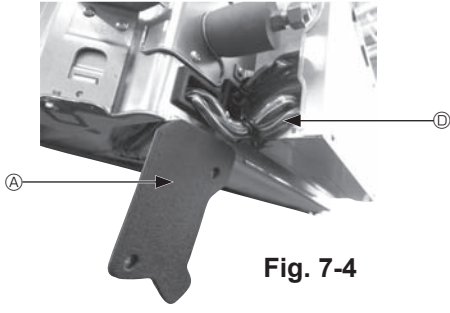

Fig. 7-4
- ① Ana ünitenin kablo kapağını tespit eden iki vidayı çıkarın ve daha sonra kapağı açın.
- ② i-See sensör ve sinyal alıcısının kablolarını, elektrikli aksamı kutusundaki kablo girişlerinden ve ana ünitenin yanındaki burçlar etrafından şemada gösterildiği gibi yönlendirin. (Fig. 7-4)